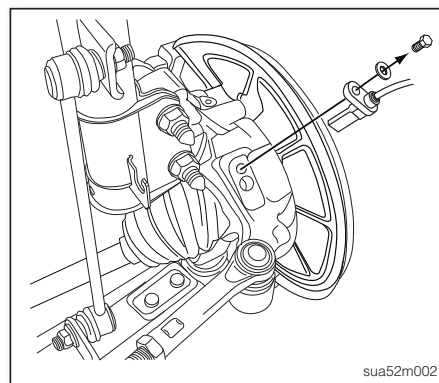

图2
5. 从前转向节上拆下轮速传感器(前轮)的固定螺栓与垫片(如图2)。